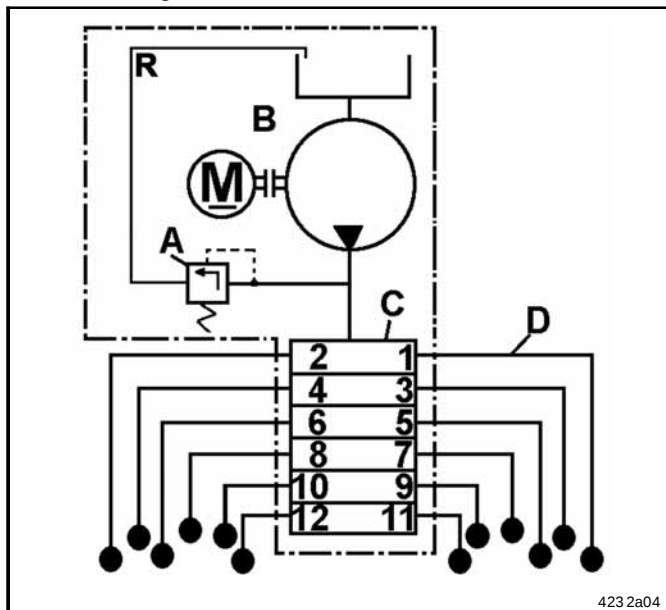

Abb. 15-1 QLS-Beispiel
- ➔ Alle Schmierstellenleitungen D (Abb. 15-1) des Verteilers einzeln nacheinander lösen. Tritt z. B. am Auslass 3 des Verteilers Fett unter Druck aus, ist die Blockierung in der Leitung des Auslasses 3 oder in der angeschlossenen Lagerstelle zu suchen.